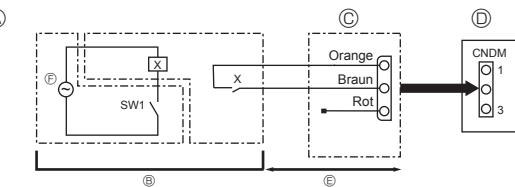

Fig. 8-1
- ① Fuente de alimentación (disyuntor).
- ② Despues de cerrar la válvula de líquido, sitúe el interruptor SWP del cuadro de control de la unidad exterior en posición ON. El compresor (unidad exterior) y los ventiladores (unidad interior y exterior) se ponen en marcha y empieza el proceso de recuperación del refrigerante. Los indicadores LED1 y LED2 del cuadro de control de la unidad exterior están encendidos.
- ③ Sólo coloque el interruptor SWP (botón tipo pulsador) en la posición ON si la unidad está parada. Aún y así, incluso si la unidad está parada y el interruptor SWP está en posición ON menos de 3 minutos después de que el compresor se haya parado, la operación de recuperación del refrigerante no se puede realizar. Espere 3 minutos después que el compresor se haya parado y vuelva a poner el interruptor SWP en posición ON.
8.1. Modo de reducción del ruido (modificación in situ) (Fig. 8-1)